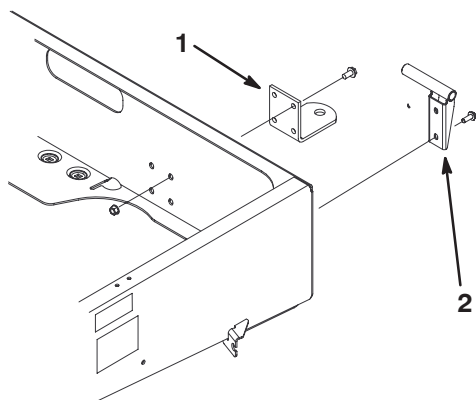

Figura 7
2. Monte o apoio da articulação da mão esquerda no canto esquerdo traseiro do chassi com 2 parafusos de cabeça flangeada (3/8 x 1 pol.). Coloque o apoio como se mostra na Figura 7.